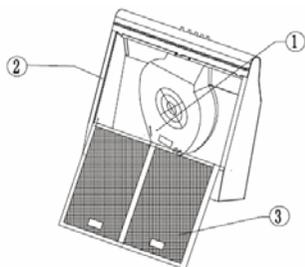

рис.2
**Внутренняя часть вытяжки (после снятия металлического жироулавливающего фильтра) представляет собой (см. рис. 2):**